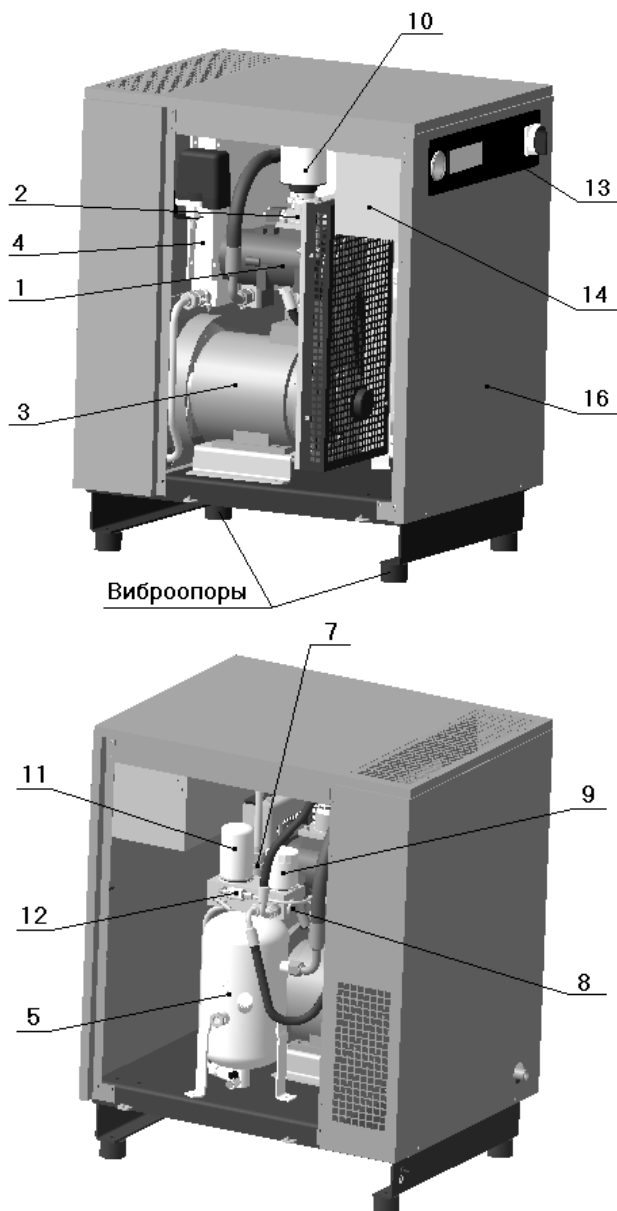
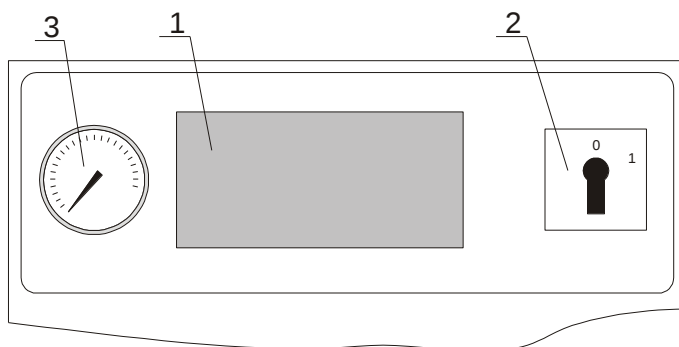
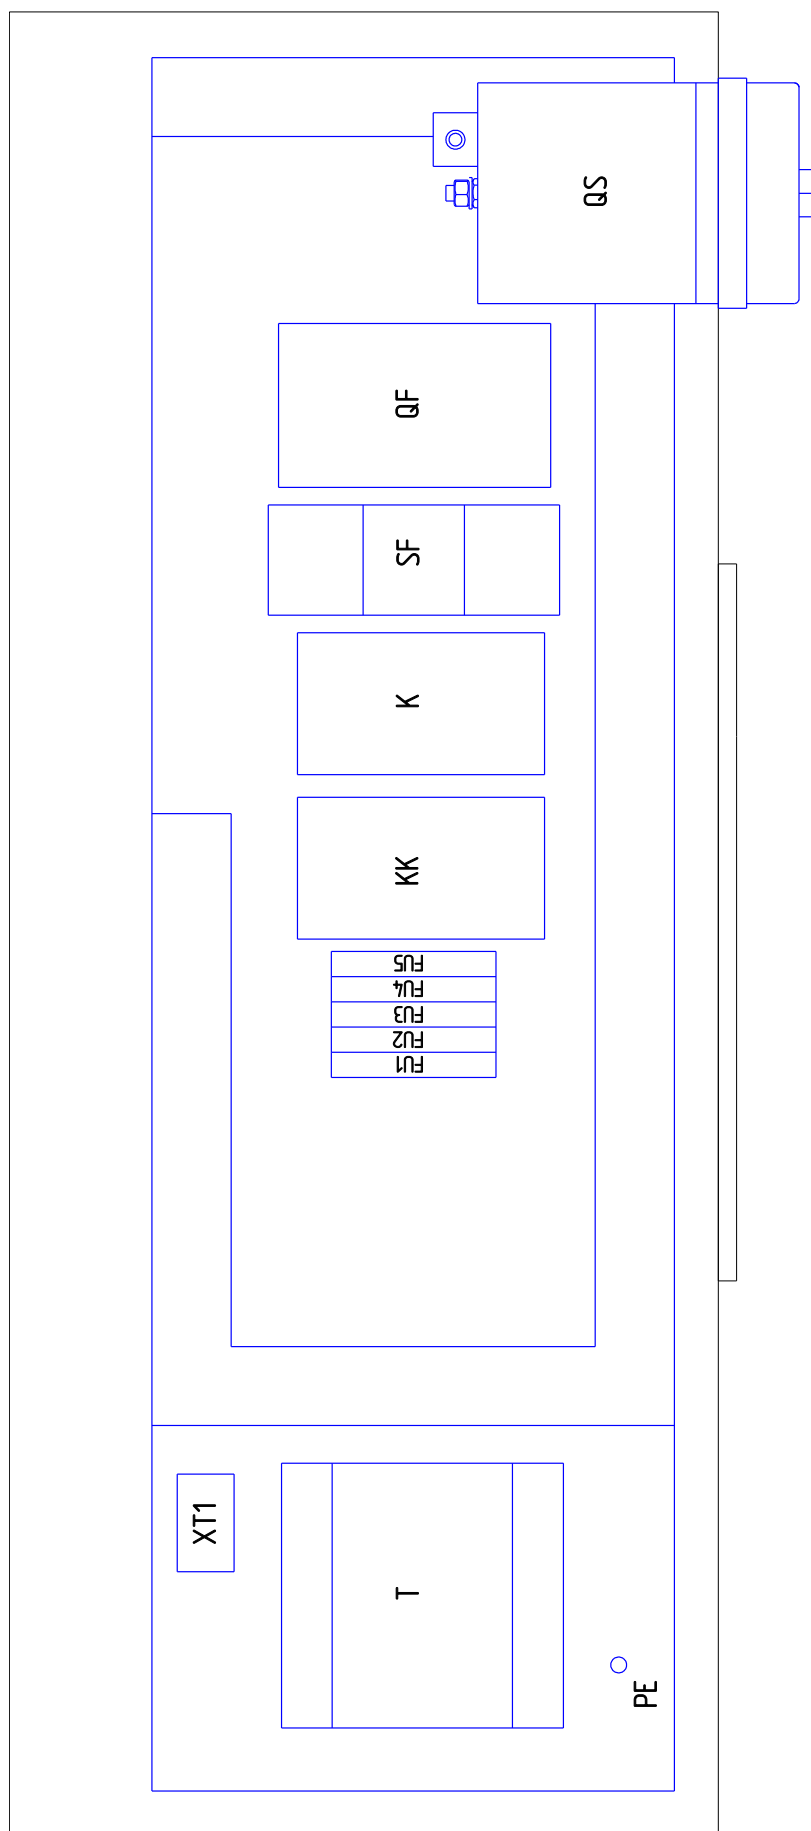

Рисунок 1 – Общий вид компрессорной установки BK5E-..., BK7E-..., BK10E-...
Рисунок 5
Рисунок 6 – Блок-схема платы монтажной BK5E, BK7E, BK10E
1 – Винтовой блок предназначен для выработки сжатого воздуха. Винтовые блоки, применяемые в компрессорных установках, приведены в таблице 3 (см. рисунок 1 или 2, или 3). В корпусе винтового блока расположены: винтовая группа, пропускные каналы для воздуха и масла, присоединительные фланцы.
2 – Клапан всасывающий (см. рисунок 1 или 2, или 3) воздушный выполняет функцию подачи воздуха в камеру сжатия и предотвращения выброса наружу сжатого воздуха и масла в момент останова установки при любом давлении подачи сжатого воздуха. Переключение клапана всасывающего в режим "ЗАГРУЗКА" или "ХОЛОСТОЙ ХОД" осуществляется при помощи клапана электромагнитного, который управляется программируемым контроллером от сигнала датчика давления.
3 – Электродвигатель (см. рисунок 1 или 2, или 3) предназначен для привода винтового блока.
4 – Воздушно-масляный радиатор (см. рисунок 1 или 2, или 3) двухсекционный, комбинированный, выполняет функции охлаждения масла и предварительного охлаждения воздуха на выходе из установки. Радиатор охлаждается проходящим через него потоком воздуха, который нагнетается вентилятором, установленным на втором конце вала электродвигателя привода установки.
5 – Маслосборник (см. рисунок 1 или 2, или 3) выполняет следующие функции:
7 – Клапан минимального давления (см. рисунок 1 или 2, или 3), установленный на линии нагнетания, предназначен для поддержания минимального давления в пределах 0,2...0,4 МПа внутри установки до тех пор, пока давление в распределительной сети не уравнивается с давлением внутри
8 – Термостат (см. рисунок 1 или 2, или 3) состоит из запорного плунжера и термочувствительного глицеринового элемента, изменяющего направление потока масла в зависимости от температуры и смонтирован в корпусе, на котором также установлен фильтр масляный.
9 – Фильтр масляный (см. рисунок 1 или 2, или 3) неразборный изготовлен в металлическом корпусе. Он расположен в контуре смазки и предотвращает попадание твердых частиц на рабочие поверхности винтов и подшипников. Его замена необходима после выработки часов, указанных в разделе "ТО", а частота замены напрямую зависит от технического обслуживания воздушного фильтра и от качества масла.
10 – Фильтр воздушный (см. рисунок 1 или 2, или 3) впускной открытого типа. Функция воздушного фильтра - предотвращение попадания загрязняющих частиц в зону винтовой группы и систему смазки. Некачественное обслуживание воздушного фильтра приводит к уменьшению срока службы блока винтового.
11 – Фильтр-маслоотделитель (сепаратор) (см. рисунок 1 или 2, или 3) завершает операцию отделения масла от сжатого воздуха и обеспечивает остаточное содержание масла в сжатом воздухе не более 3 мг/м³. Пропускная способность фильтра-маслоотделителя зависит от качества масла и его рабочей температуры.
12 – Визуализатор возврата масла (см. рисунок 1 или 2, или 3) предназначен для визуальной оценки количества масла на возврате из фильтра-маслоотделителя. Масло, отделенное фильтром-маслоотделителем, возвращается в систему смазки установки. Функцией визуализатора является управление расходом возвратных потоков воздуха и масла. Визуализатор позволяет проверить эффективность работы фильтра-маслоотделителя и системы сепарации.
13 – Панель управления (см. рисунок 1 или 2, или 3). На лицевую сторону панели управления вынесены следующие органы управления (рисунок 5):
14 – Шкаф с электроаппаратурой (см. рисунок 1 или 2, или 3) представляет собой короб закрытого типа с установленной платой, на которой смонтирована пускорегулирующая аппаратура и устройства защиты (блок-схема см. рисунок 6), доступ к которым осуществляется путем демонтажа верхней панели корпуса и крышки шкафа.
16 – Корпус шумозащищенного исполнения (см. рисунок 1 или 2, или 3) служит для снижения уровня шума в рабочей зоне установки.
- 4) Плавкие предохранители - (см. рисунок 6) защита цепей управления и сигнализации;